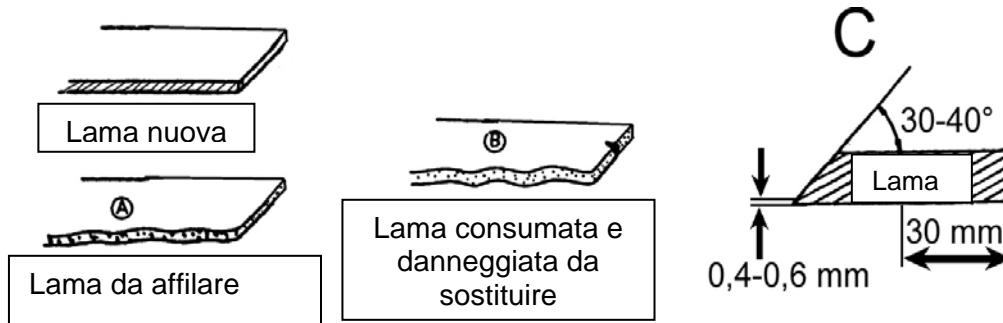

Figura 12
Controllare sempre che la lama sia in buone condizioni; sostituirla se troppo usurata o danneggiata (figura 12).
- Affilare le lame come illustrato in C, figura 12, seguire un angolo di 30-40°, mantenendo un bordo lama di 0,4 - 0,6 mm. Verificare che ci siano almeno 30 mm di larghezza della lama.